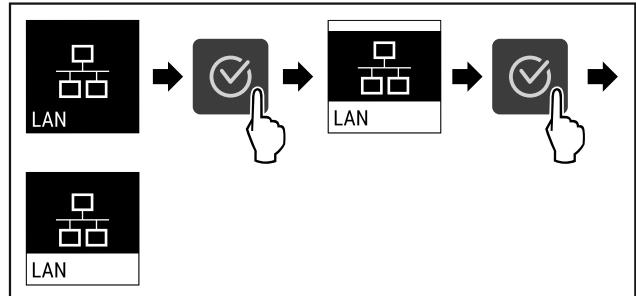

Fig. 92
- Εκτελέστε τα βήματα ενεργειών (βλέπε Fig. 92).